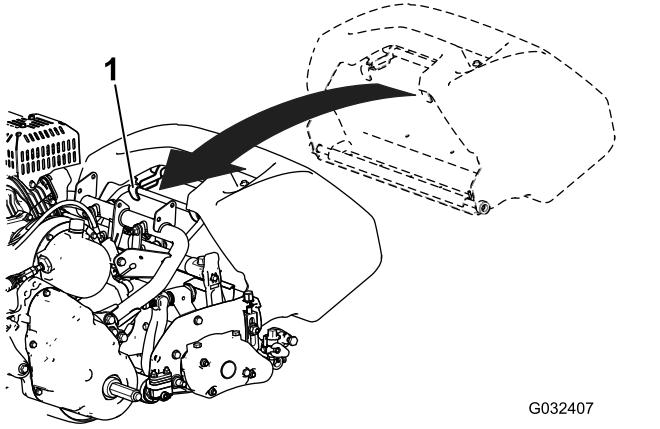

Bild 11
1. Fassen Sie den Fangkorb am Holm an (Bild 11).
2. Schieben Sie die Fangkorblippe zwischen den Seitenplatten der Schneideeinheit und über die Frontrolle ein (Bild 11).
3. Befestigen Sie die Fangkorbhaken über der Rahmenschleife (Bild 11).